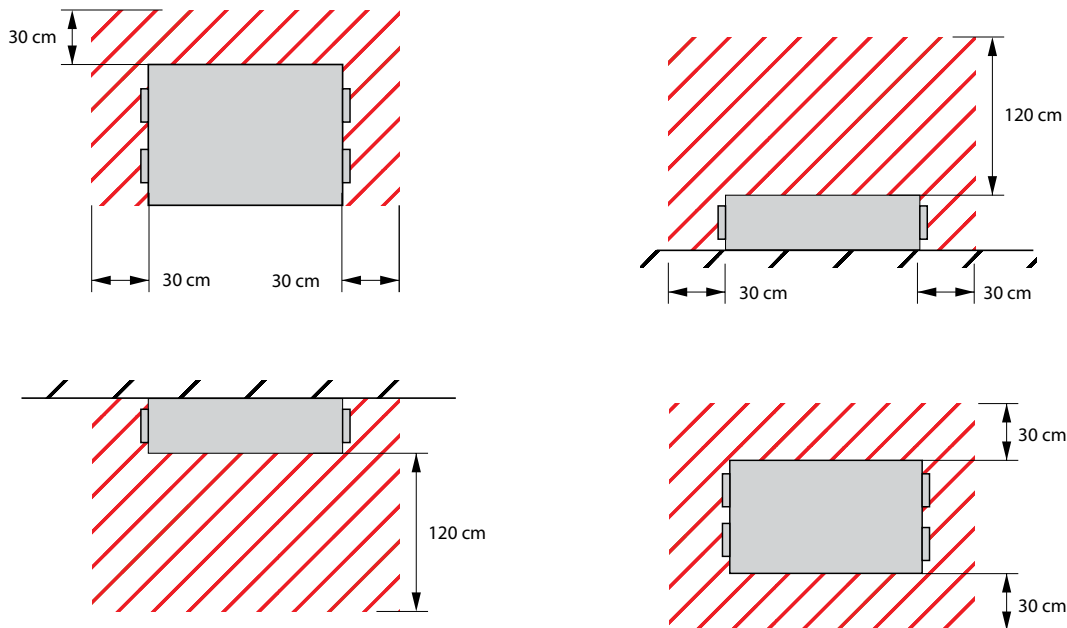

Fig. 5. Minimalt utrymme för underhåll
- Enbart dessa enheter kan monteras i taket eller på väggen och enbart i sådana positioner som anges i fig. 5.